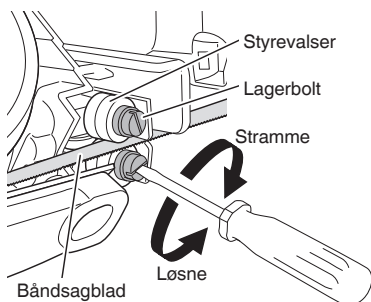

Fig. 16
4. Inspeksjon av støttene til båndsgagbladets styrevalser og justering av mellomrom (Fig. 16)